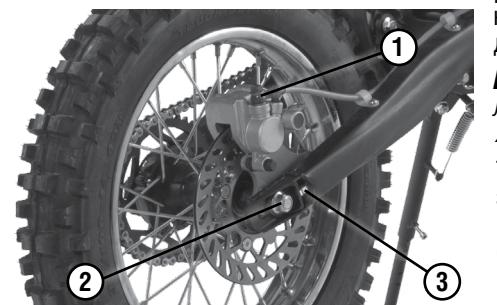
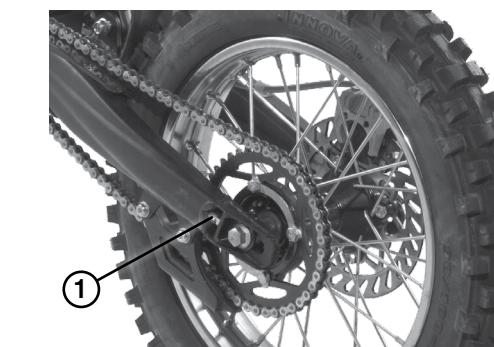

Рис. 11 Дисковый тормоз заднего колеса
Рис. 12 Регулировка натяжения цепи
стемы одинакова для переднего и заднего тормоза: прокачка гидропривода тормоза заднего колеса осуществляется нажатием на педаль тормоза, удаление воздуха – через клапан (рис.11, поз.1).
1. ослабьте гайку оси колеса (рис. 11, поз. 2)
2. ослабьте контргайки болтов – натяжителей цепи (рис. 11, поз. 3; рис. 12, поз. 1)